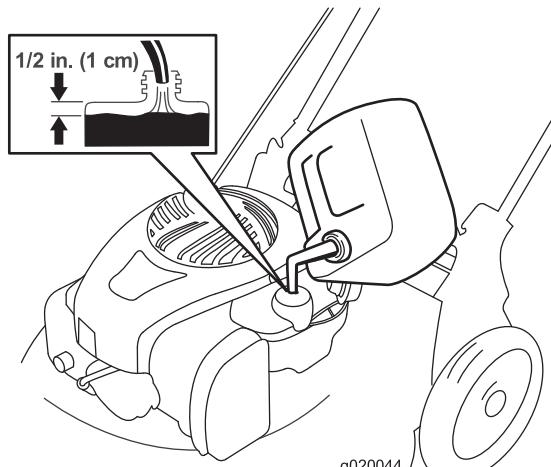

Figure 7
- Nettoyez la surface autour du bouchon du réservoir de carburant et enlevez le bouchon (Figure 7).